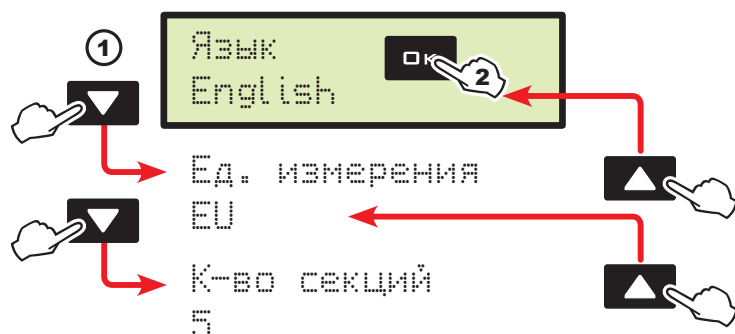

Рис. 23
**1** Нажмите одна за другой курсорные клавиши, чтобы переместиться по пунктам меню (▼ следующий пункт, ▲ предыдущий пункт); на дисплее появится выбранный пункт (Рис. 23).